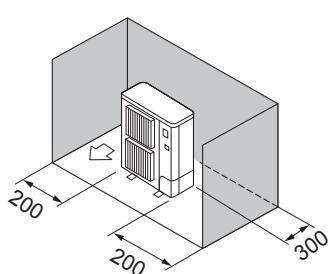

Fig. 2-5
③ Hindernisse nur auf der Rückseite und auf beiden Seiten (Fig. 2-5)